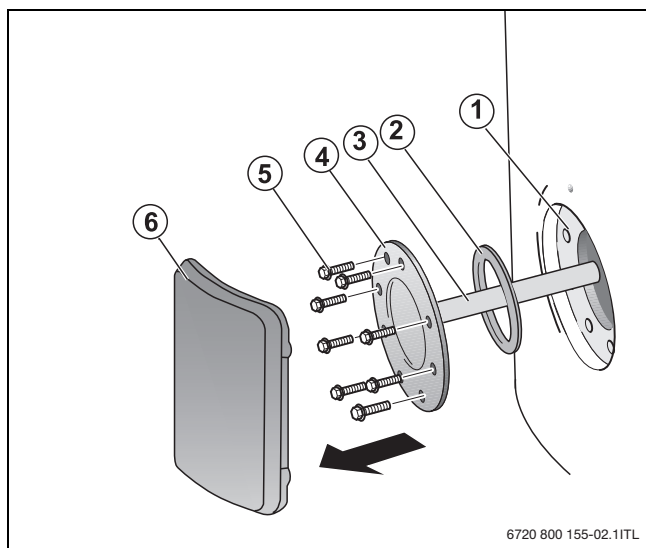

Fig. 19 Démontez le couvercle de la trappe de visite
- Démonter la trappe de visite (→ fig. 19, page 33) si ce n'est pas encore le cas.